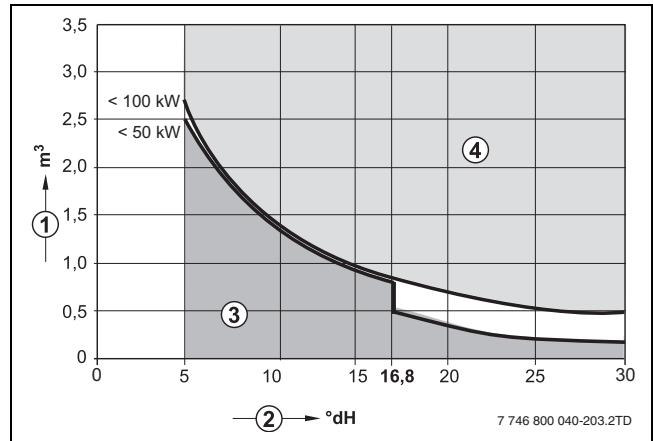

Fig. 1 Requisiti dell'acqua di riempimento per caldaie singole Logamax plus fino a 100 kW
- Utilizzare esclusivamente acqua di rubinetto non trattata (osservare il diagramma in fig. 1). Non è consentito l'impiego di acqua freatica (sotterranea).